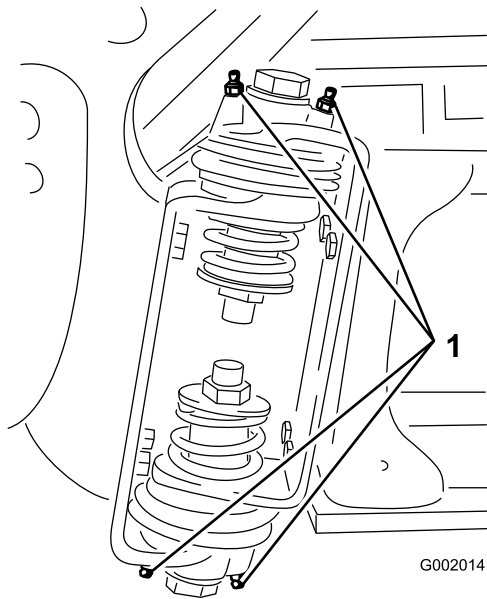

Figura 102
2. Bombee grasa en el cojinete o casquillo de cada punto de engrase **Figura 102**.